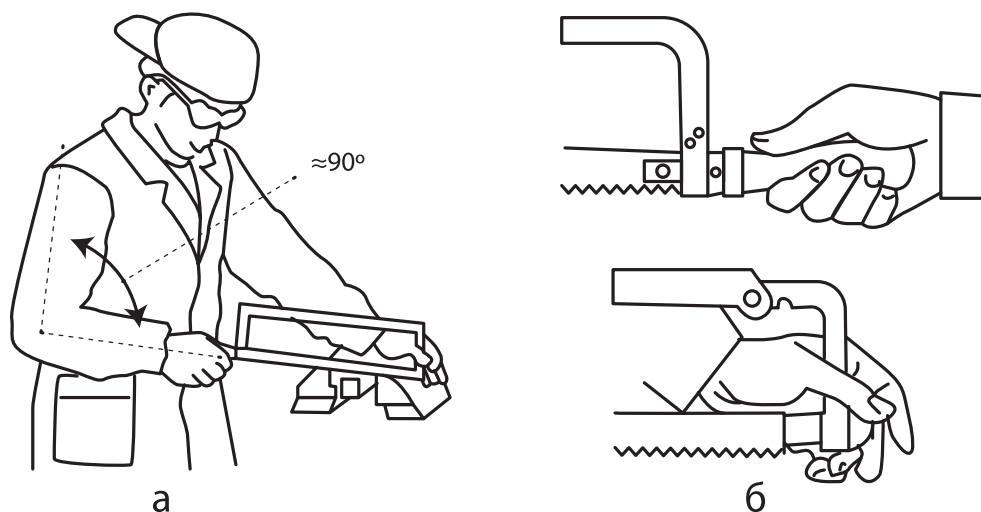

Рис. 36. Работа ножовкой
2. В начале линии разреза напильником делают небольшое углубление. Его называют – **углубление (пропил)**. Он для того, чтобы ножовочное полотно не отклонилось от линии разреза. Затем берут ножовку и принимают рабочую позу (рис. 36).